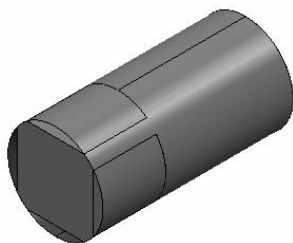

图 4-73 导入模型文件
2) 选择下拉菜单中的“文件”→“输入模型”命令,弹出“输入模型”对话框,选择“suojinzhou.dgk”(“随书光盘:\第4章\4.3\uncompleted\suojinzhou.dgk”)文件,单击“打开”按钮即可,如图4-73所示。